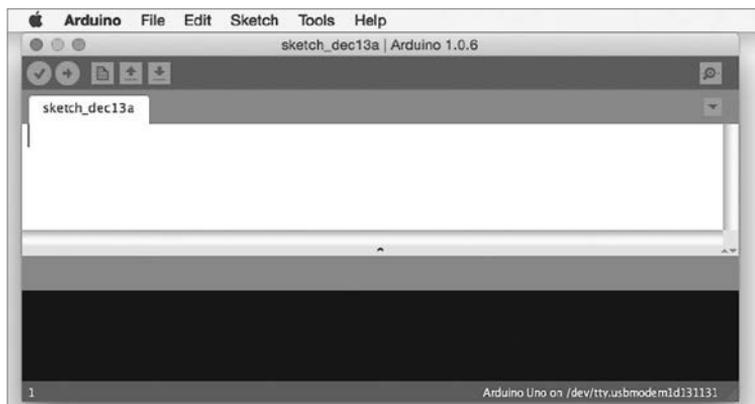

Рис. 1.11. Среда разработки Arduino IDE в Mac OS X
- В этот момент может появиться окно, предупреждающее, что вы открываете веб-приложение. В этом случае нажмите **Open** (Открыть), чтобы продолжить. Перед вами на экране появится среда разработки Arduino IDE, как показано на рис. 1.11.